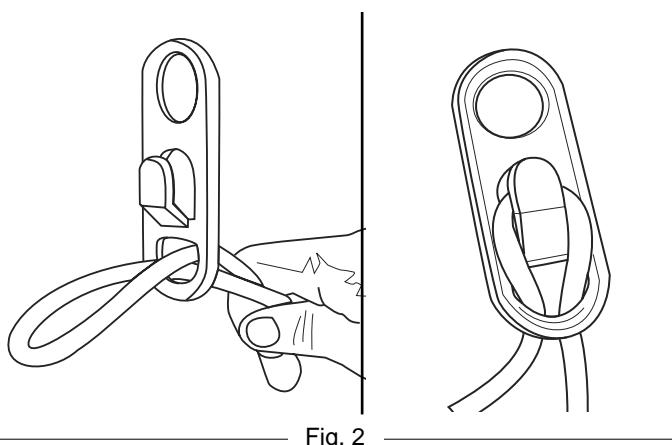

Fig. 2
2. Empuje el lazo a través del agujero en la parte inferior del retén (Fig. 2).
3. Deslice el lazo sobre la abrazadera de sujetamiento y tire hacia abajo hasta que el cable ajuste firmemente (Fig. 2).